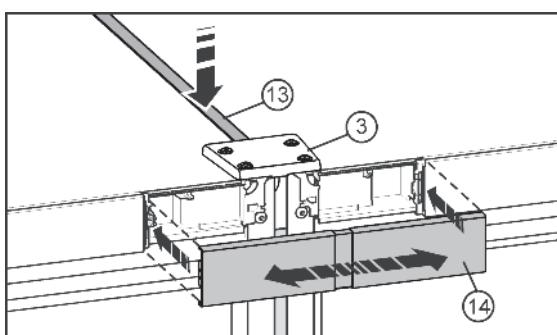

Fig. 10
- На верхней стороне вдавите в щель короткую планку Fig. 10 (13). Планка должна быть заподлицо с крышкой Fig. 10 (3) устройства на передней кромке.
- Защелкните крышку Fig. 10 (14) на еще открытом промежутке обеих заглушек участков обслуживания. Следите за тем, чтобы наружные стороны крышки заканчивались вровень с заглушками участков обслуживания. Для этой цели крышка сделана выдвижной.